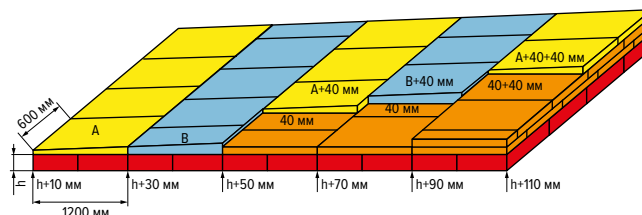

Рисунок 5.7. Пример выполнения основного уклона из плит PIR SLOPE 1,7%
**5.4.4.** Пример раскладки плит для выполнения основного уклона показан на рис. 5.7.